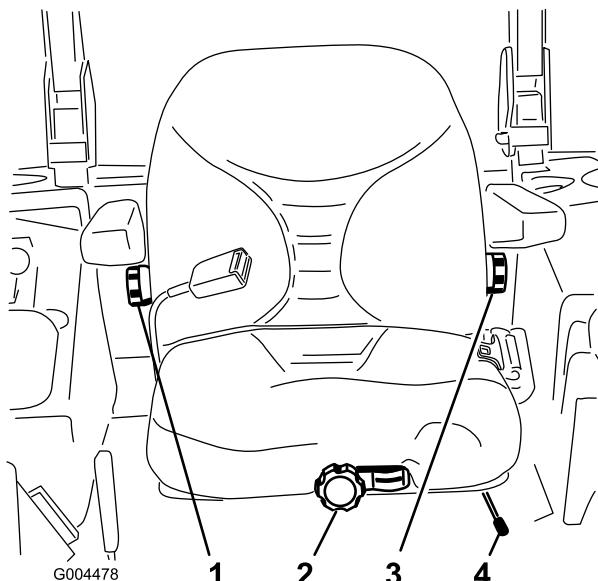

Figure 31
1. Poussez le levier de réglage sur le côté pour débloquer et régler le siège (Figure 31).
Sans vous asseoir sur le siège, tournez le bouton avant dans un sens ou dans l'autre pour obtenir la position la plus confortable (Figure 31).
Pour ce faire, tournez le bouton situé sous l'accoudoir droit dans un sens ou dans l'autre pour obtenir la position la plus confortable (Figure 31).
Pour le régler, tournez le bouton situé sous l'accoudoir gauche dans un sens ou dans l'autre pour obtenir la position la plus confortable (Figure 31).